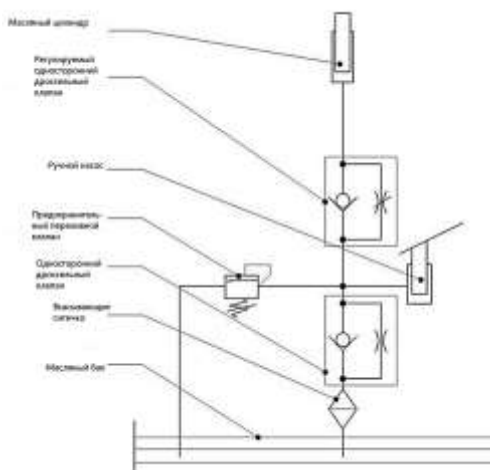

Рис.2 - Схема гидравлической системы
**Принципиальная схема гидравлической системы** (см. рисунок 2)